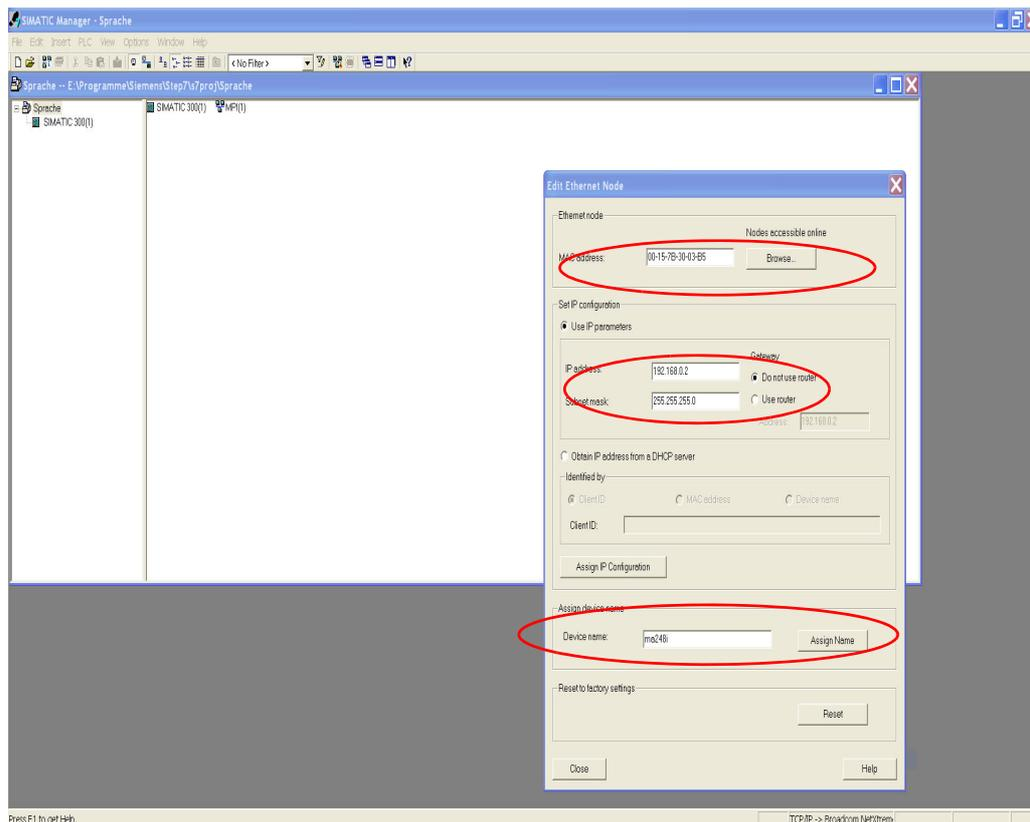

Figura 10.3: Indirizzo MAC - indirizzo IP - di nomi di apparecchio individuali
- Assegnazione del nome agli IO Device progettati (figura 10.3...)